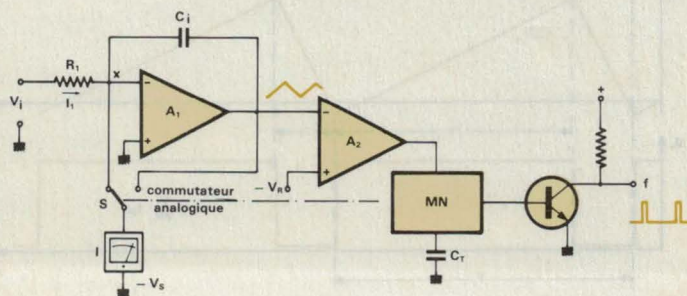
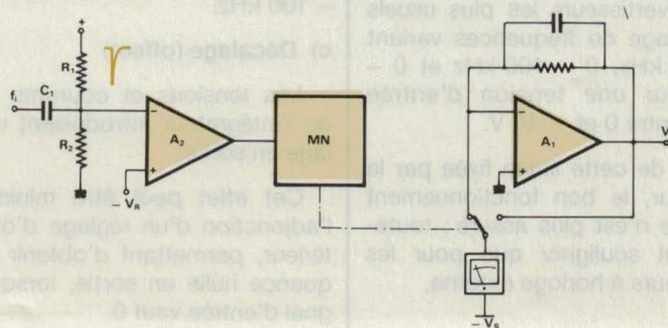

Fig. 1.
Fig. 7.
Le schéma de principe d'un convertisseur tension-fréquence des plus usuels est représenté à la figure 1. Il se compose essentiellement d'un intégrateur (A1), d'une source de courant commutable (I), d'un comparateur (A2) et d'un monostable de précision (MN).
Dans cette configuration, étant donné que la durée de remise à zéro de l'intégrateur est fixée par l'horloge externe, la précision de la conversion n'est plus affectée par les variations de la capacité C_T inhérentes au montage de la figure 1.
En modifiant légèrement le schéma de la figure 1, il est possible de réaliser une conversion fréquence-tension (F-V) comme le montre la figure 7.